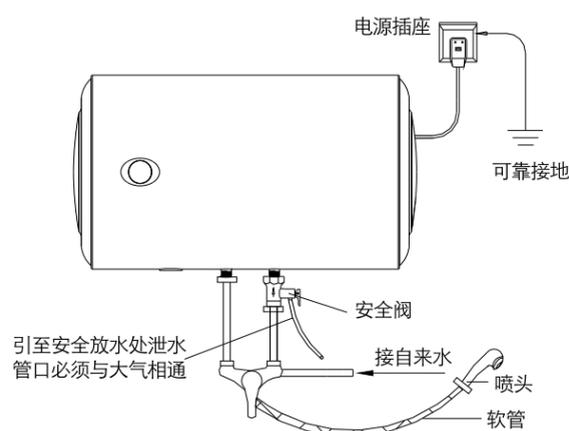
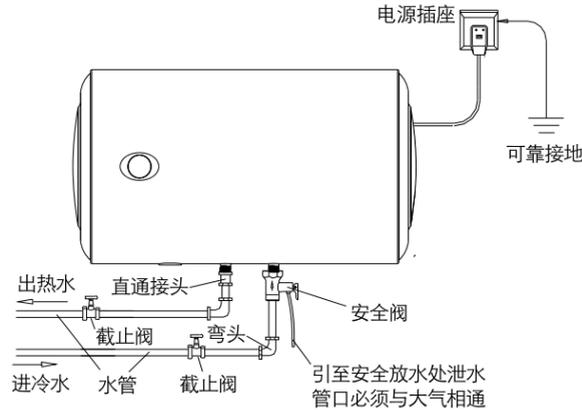

图 4
图 5
- 安装示意图见图 4；若用户的水热水器为多路用热水，安装则参考图 5 所示。